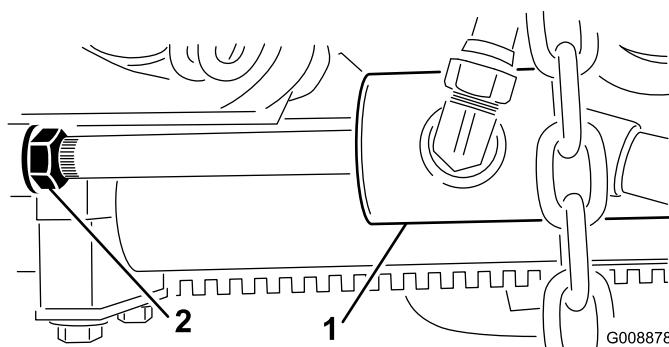

図 12
- B. シリンダについているジャムナットを戻す (図 12)。